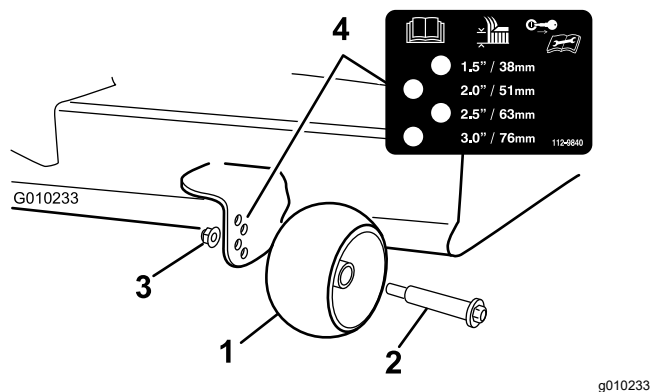

Figure 24
3. Réglez les galets anti-scalp comme montré à la Figure 24.